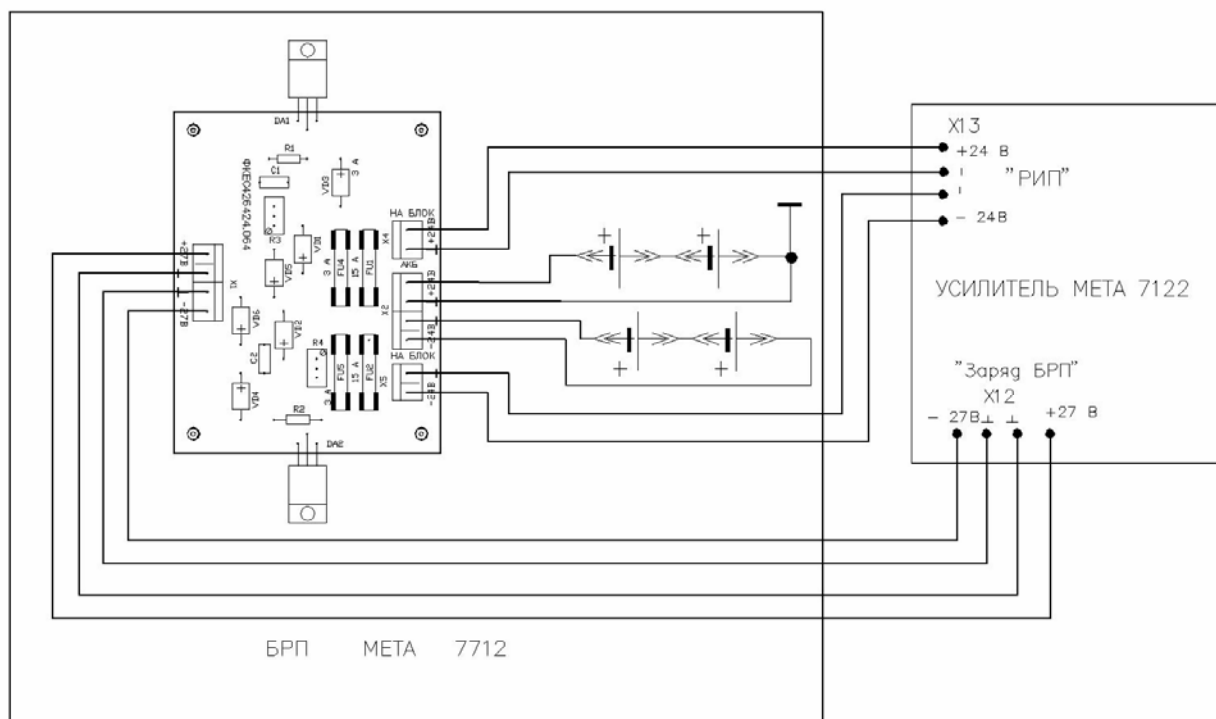

Рис.3 Подключение аккумуляторов в БРП
- Тщательно осмотреть установленный БРП. На его внутренних узлах и компонентах не должно быть металлической стружки, пыли, обрезков проводов и т.п. В противном случае источник может выйти из строя. Вентиляционные отверстия должны быть свободны для доступа воздуха. Подключение аккумуляторов в БРП показано на рис. 3